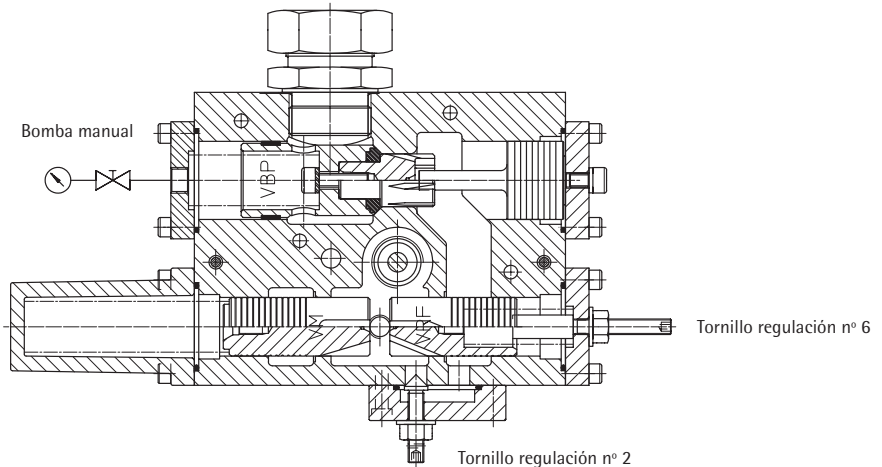

Fig. 51 - Sección válvula NL
- Quitar la tapa que se encuentra al lado de la bomba manual y comprobar que el pistón VM de la válvula de máxima presión pueda moverse libremente y no esté atascado por alguna impureza (ver. Fig. 51).
- Comprobar que no esté bloqueado el pistón VRF. Para realizar este control quitar la brida que lleva al tornillo nº 6 (ver Fig. 51 en la pág. D840M3L.077).